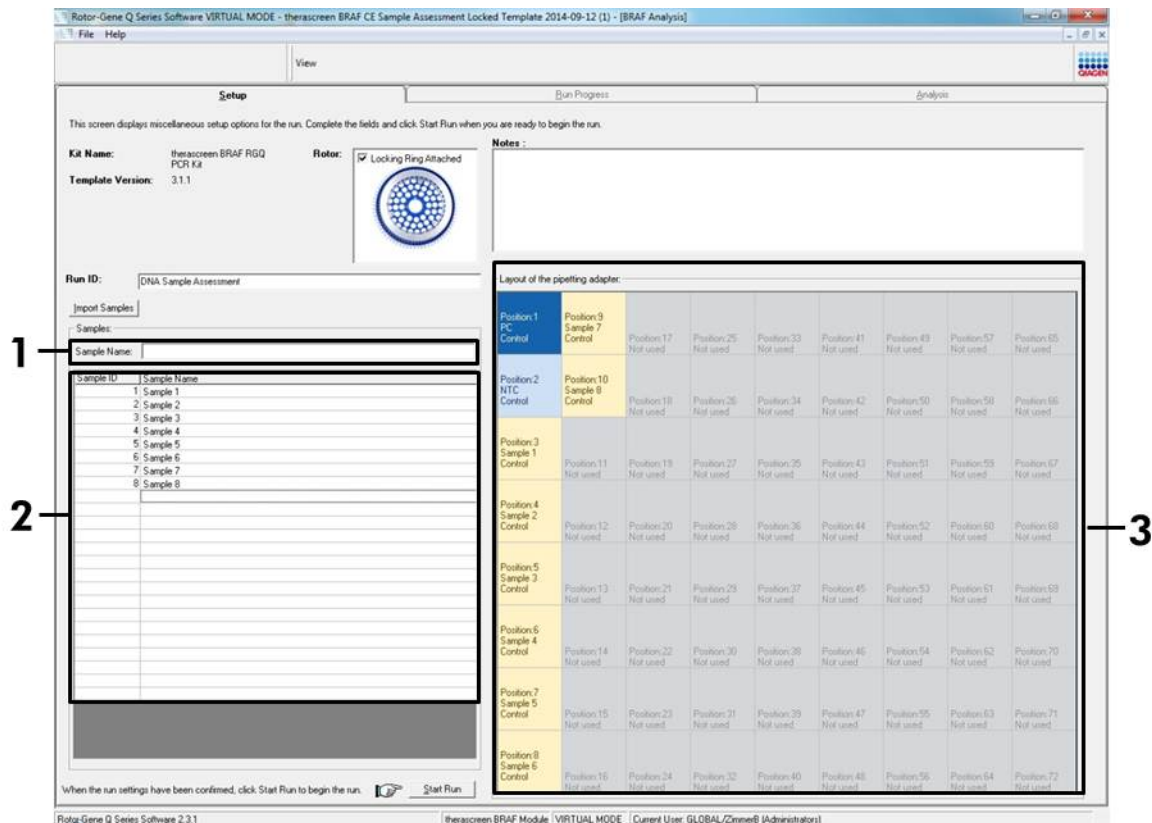

Abbildung 5. Eingabe weiterer Probenamen in das Dialogfeld „Sample Name“ (Probenname)
12. Wiederholen Sie Schritt 11, um die Namen aller weiteren Proben einzugeben (siehe Abbildung 5).